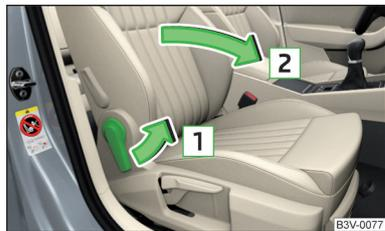

Fig. 76
- Tirez la manette dans le sens de la flèche **1** » fig. 76.